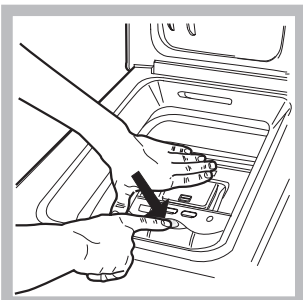

Fig. 2
Б) Затем, используя обе руки, откройте барабан, как показано на рис. 2:
- Нажмите кнопку, обозначенную стрелкой на рис. 2, слегка вниз,